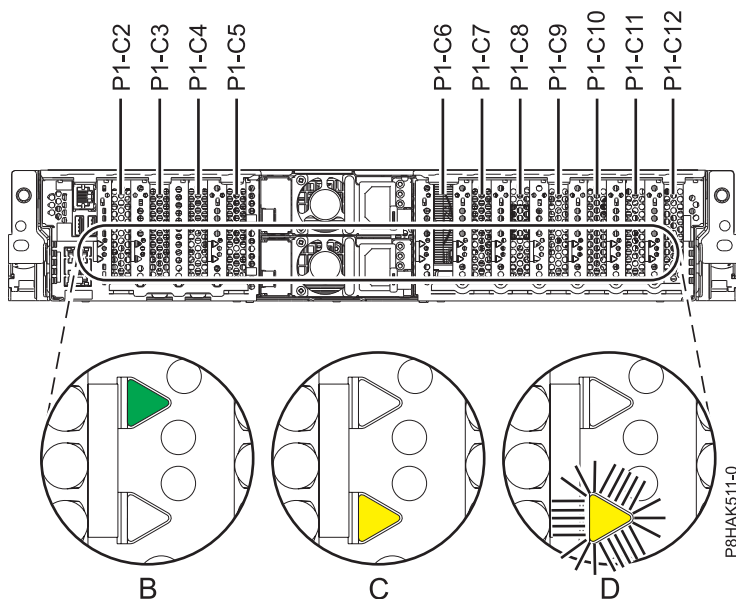

Abbildung 23. Positionen der PCIe-Adaptersteckplätze und LEDs in einem System vom Typ 5148-21L, 5148-22L, 8247-21L, 8247-22L, 8284-21A oder 8284-22A
1. In Machen Sie sich mit den Positionen der PCIe-Adaptersteckplätze und den Serviceanzeigen für den zu wartenden PCIe-Adapter vertraut. Die PCIe-Adapter werden an der Rückseite des Systems installiert. In Abb. 23 auf Seite 44 werden die Positionen der PCI-Adapter in einem System vom Typ 5148-21L, 5148-22L, 8247-21L, 8247-22L, 8284-21A oder 8284-22A und die Positionen der LEDs für die einzelnen PCI-Adapter angezeigt.